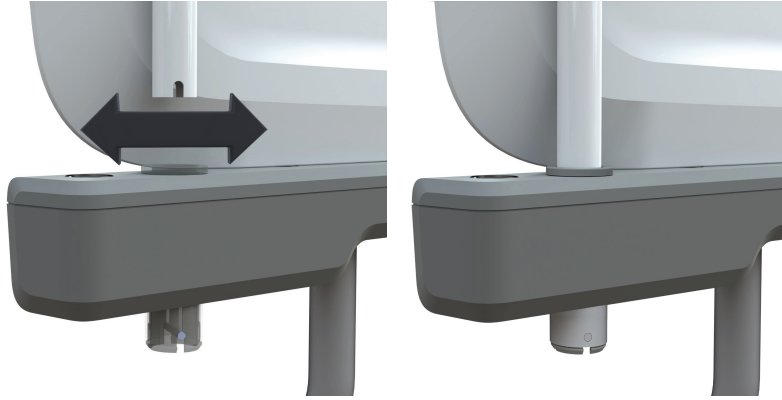

Figura 34 – Atașarea sau îndepărtarea stâlpului pentru ridicare
1. Centrați și introduceți stâlpul pentru ridicare într-unul din cele două manșoane auxiliare (Figura 34).